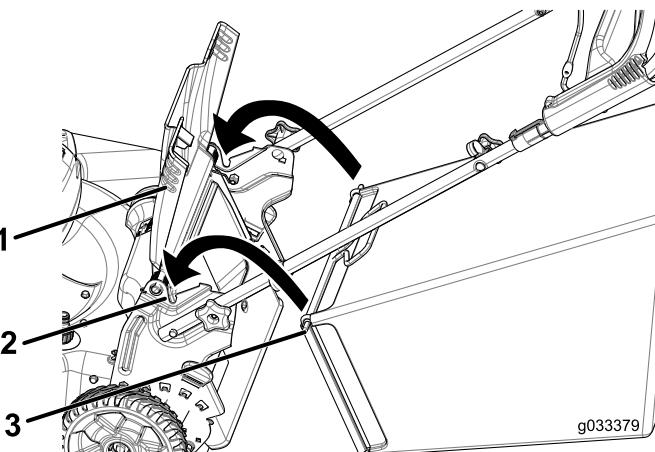

Рисунок 20
- Поднимите и удерживайте задний отражатель (Рисунок 20).
- Установите мешок для сбора скошенной травы и убедитесь в том, что стержни мешка вошли в пазы на рукоятке (Рисунок 20).